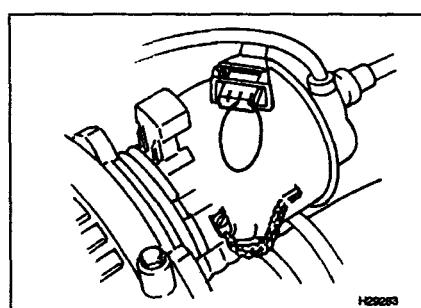

Рис. 4.4. Для проверки на искру замкните на короткое время штырьки (0) и (-) вилки разъема генератора Холла
4 Замкните на короткое время штырьки (0) и (-) вилки разъема (см. рис. 4.4).